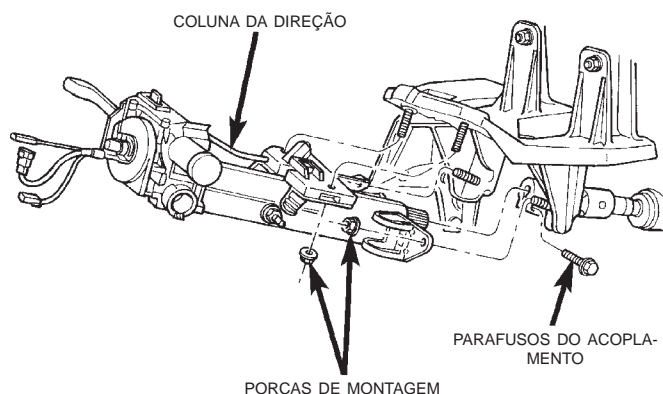

Fig. 4 Montagem da Coluna de Direção Inclinável
(8) Remova o parafuso do acoplamento da direção e as porcas de montagem da coluna (Fig. 4) e abaixe então a coluna.